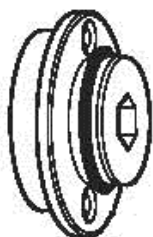

Bild 1.
- Börja med att fetta in o-ringens som monteras på väggbrickan (se bild 1) som sitter på framsidan av duschpanelen. (silikon fett ligger bipackad i portionspåse)